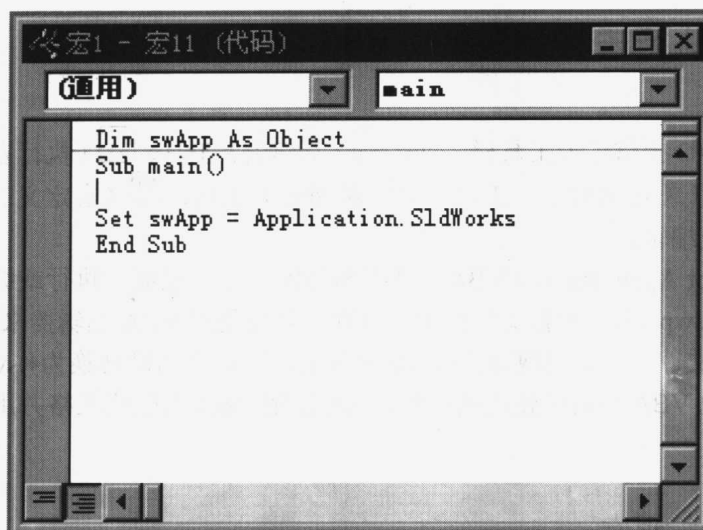

图 1.4 宏编辑器
(3) 输入文件名称, 如“宏 1”, 单击“保存”按钮。
(4) 打开宏编辑器, 如图 1.4 所示, 即可在此生成新的宏。
(5) 单击宏工具栏上的  (编辑宏) 工具, 或单击“工具”→“宏操作”→“编辑”命令, 弹出“编辑宏”对话框, 选择宏文件并单击“打开”按钮。然后在如图 1.4 所示的宏编辑器中编辑宏。